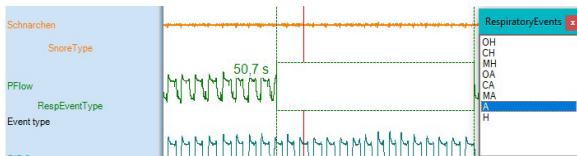

Abbildung 77: Ereignisse hinzufügen
3. So fügen Sie ein neues Ereignis hinzu (Abbildung 77):